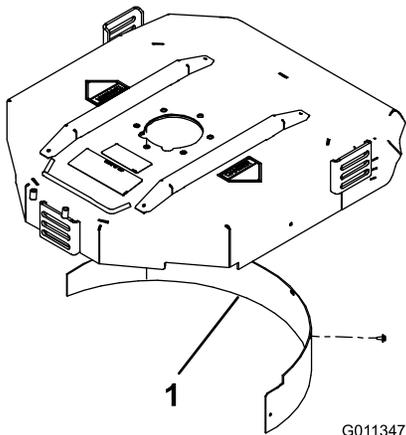

Figura 6
2. Montate il deflettore per mulching nell'apertura posteriore e fissatelo con 5 bulloni a testa flangiata (Figura 6).